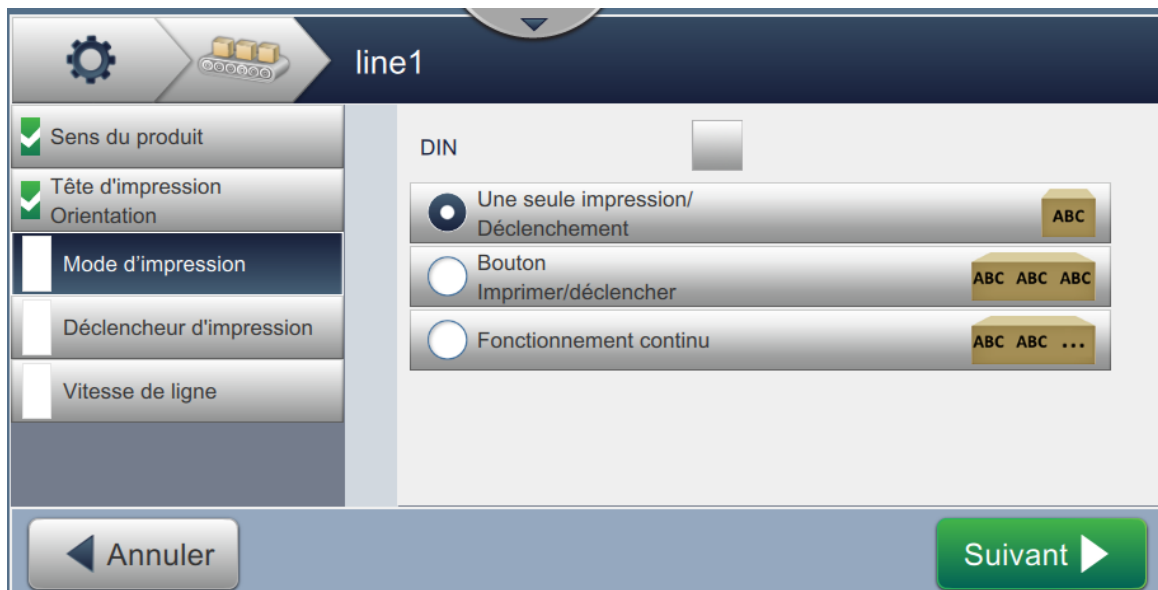

Figure 6-31 : Mode d'impression - Fonctionnement continu
2. Modifiez les paramètres dans l'écran Paramètres. Appuyez sur le bouton  pour configurer le mode comme illustré dans la Figure 6-31.